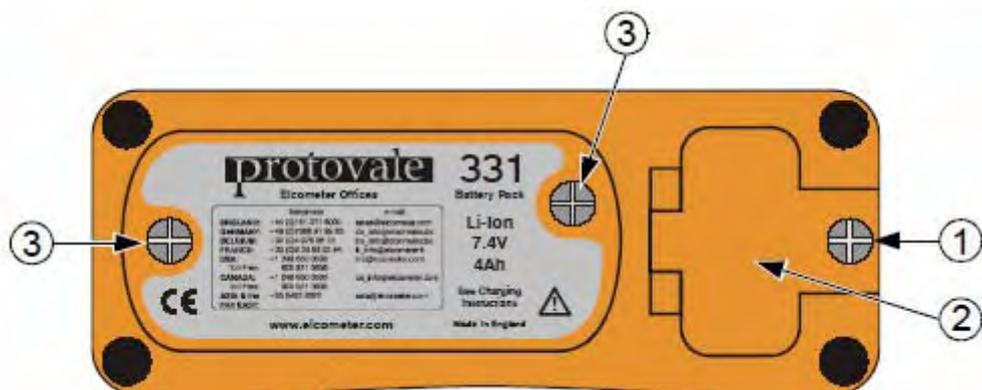

図2: 鉄筋探査機の裏側パネル
1. 図2を参照して、鉄筋探査機の裏側の止めネジ①を外して、インターフェイス・アクセス・カバー②を開けます。
鉄筋探査機の外で充電するために電池パックを外す場合、鉄筋探査機の裏側の2本の電池パック止めネジ(図2 ③)を外し、バッテリーパックを手前に滑らすようにして取り外してください。取り外した電池に充電するには、充電器のリード線を電池パックのソケットに接続してください。(図3)